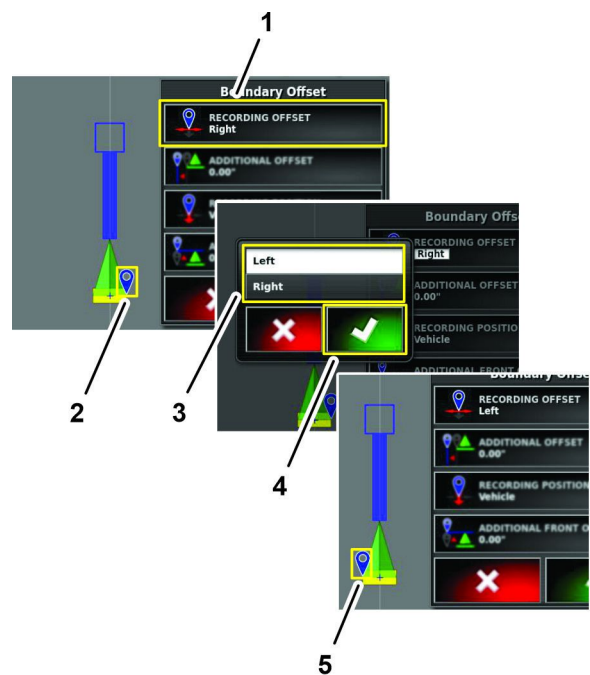

图 198
2. 在对话框中按左侧图标或右侧图标然后按“确认”图标图 198。
1. 按记录偏移量图标图 198。